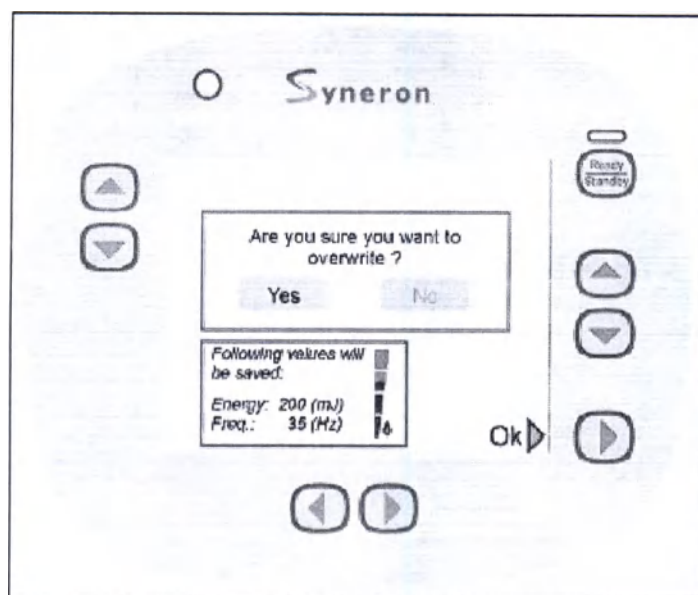

Рисунок 11.6: Изменение заданных настроек
1. Когда выбрана настройка, которую вы хотите изменить (см. Рисунок 11.6), нажмите экранную клавишу **Save a** (Сохранить); появится экран для подтверждения с величинами параметра, которые перезапишут действующие значения по умолчанию. Включается опция **Yes** (Да) и выключается (затемняется) опция **No** (Нет).